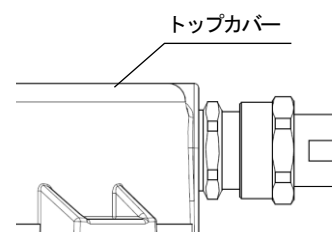

図 2
- ③-1 ケーブル引込器具からロックナットを取外し、ねじ部にガスケットが装着されていることを確認してから、ケーブル引込器具をトップカバーに取付けてください。（図 2）